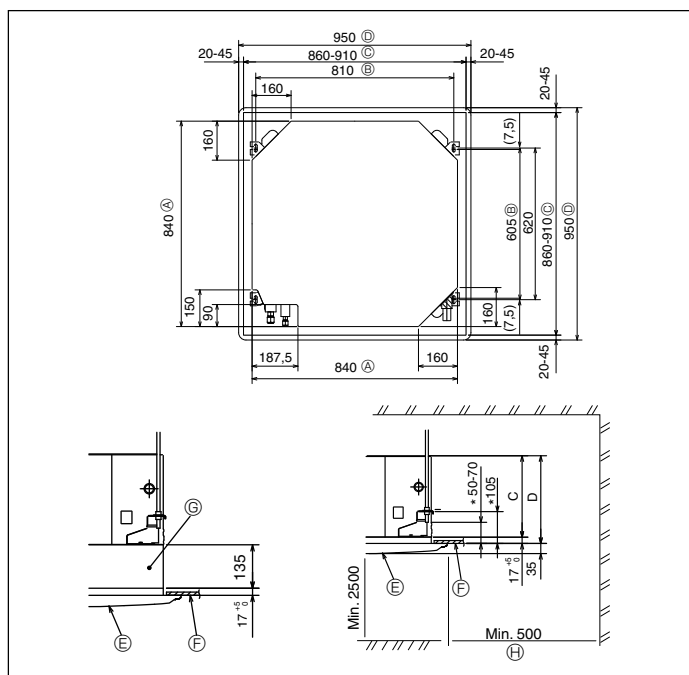

Fig. 3-2
④	Nastro	8
⑤	Vite con rondella (M5 x 25) per montaggio griglia	4
⑥	Manicotto di drenaggio	1
⑦	Isolamento	1
⑧	Dado a cartella 1/4F(P60)	1
3.2. Posizione delle aperture a soffitto e dei bulloni di sospensione (Fig. 3-2)
- * Le dimensioni dell'apertura sul soffitto possono variare entro l'intervallo indicato nella Fig. 3-2; pertanto, centrare l'unità principale nell'apertura, accertandosi di lasciare lo stesso spazio tra le due coppie di lati opposti.